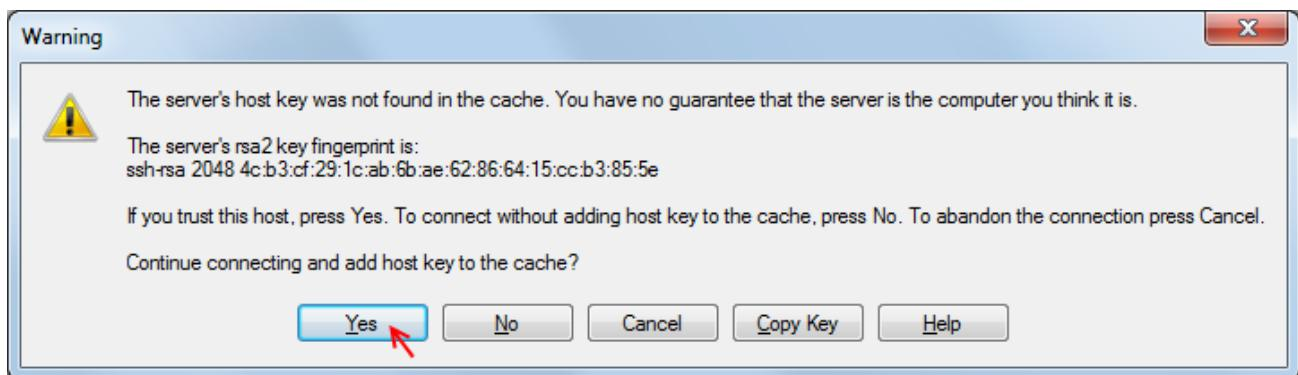
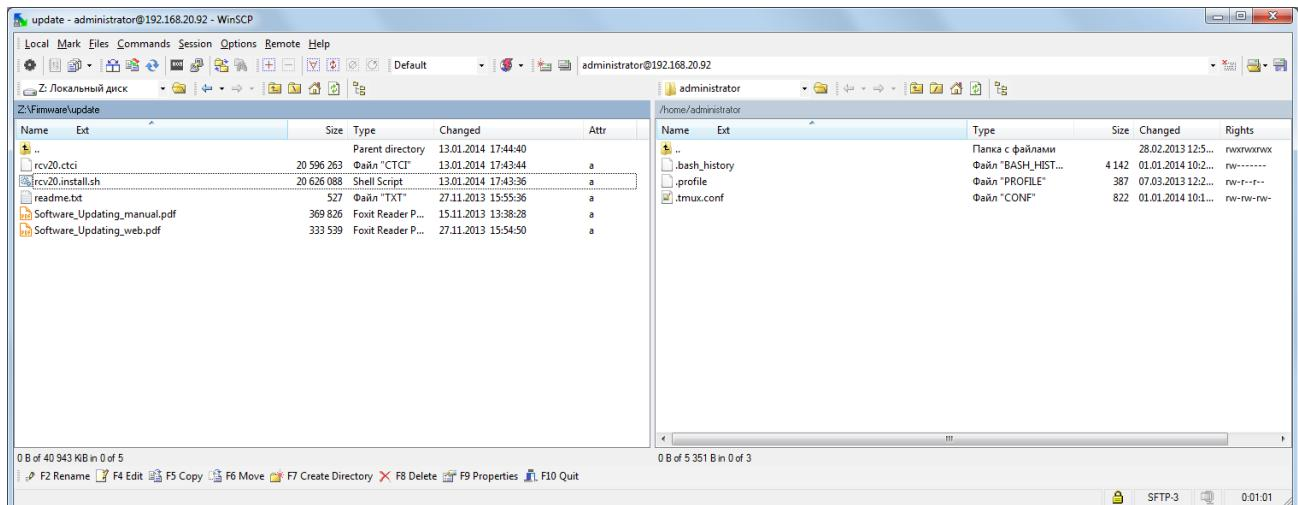

Рисунок 8.25 – Запрос на сохранение ключа SFTP-соединения
Рисунок 8.26 – Окно программы «WinSCP»
4) Для соединения с модулем приема нажать кнопку «Login». При первом соединении, будет предложено сохранить ключ SFTP-соединения в кэш системы (см. рисунок 8.25) – нажать кнопку «Yes». В открывшемся двухпанельном окне, в левой панели перейти в папку на локальном компьютере, в которой находится инсталляционный архив `rcv20.install.sh`, полученный от производителя; в правой панели, по умолчанию будет открыта папка `/home/administrator/` на обновляемом модуле приема - см. рисунок 8.26.